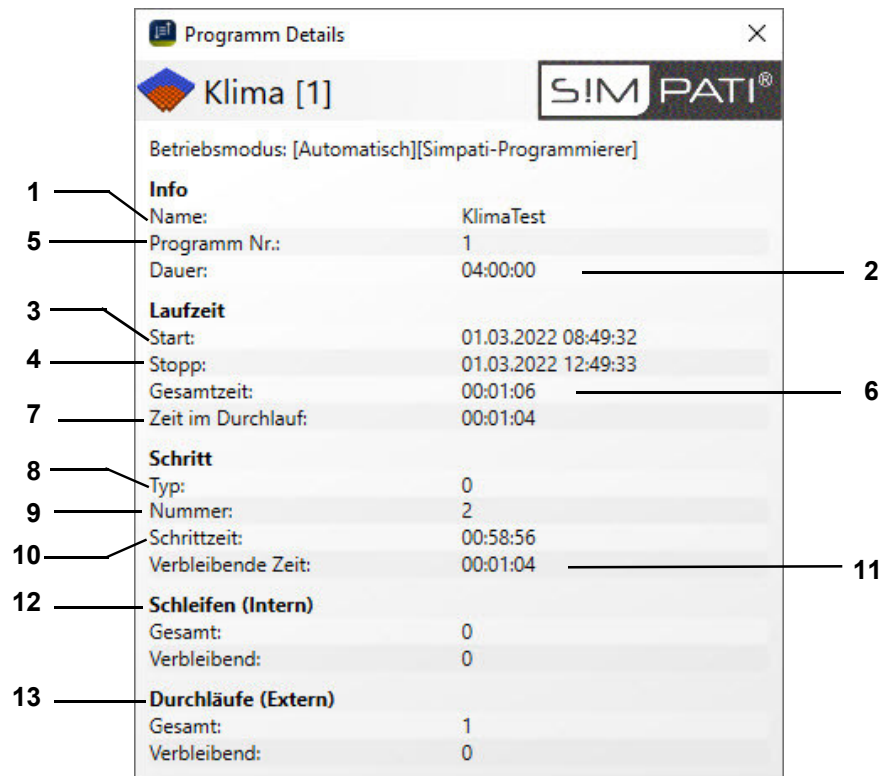

Abb. 10-4 Info-Fenster zum Automatik-/Programmbetrieb
- 11 Im Automatik-/Programmbetrieb steht Ihnen ein Menüfenster mit Prüfprogramm-Informationen zur Verfügung → Abb. 10-4 »Info-Fenster zum Automatik-/Programmbetrieb« (Seite 91).